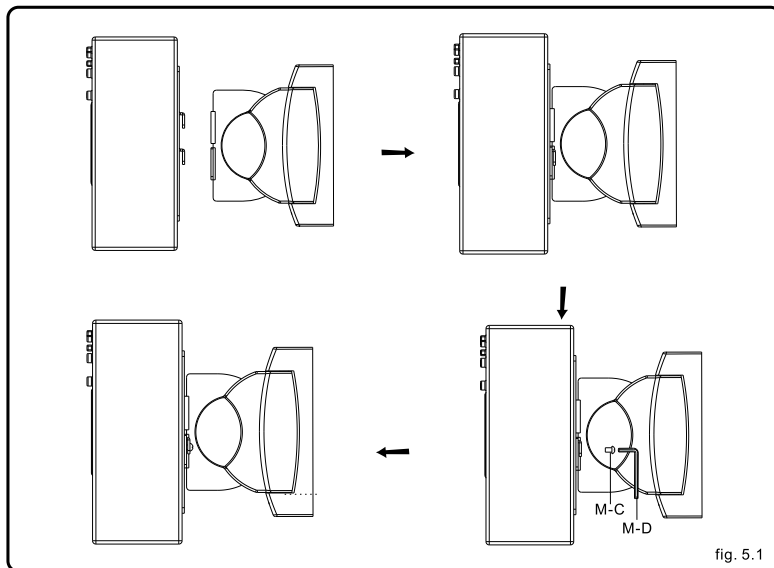

fig. 5.1
- Amplasati suportul montat pe difuzor pe placa de baza asa cum se arata in fig. 5.1.
- Strangeti cu simt suruburile de siguranta in gaurile de montare, nu fortati strangerea acestora! – asa cum se arata in fig. 5.1.